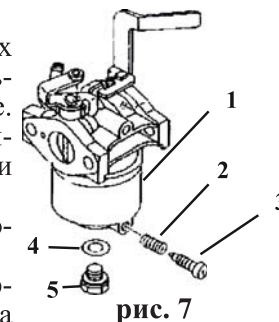

рис. 7
7.6.3 Слейте топливо из поплавковой камеры карбюратора, вывинтив пробку 3 (рис. 7) После слива установите пробку на место и затяните.
7.6.4 В модификациях в которых отсутствует винт слива, бензин сливать вывинтив болт 5 (рис. 7) крепления поплавковой камеры 1 (рис. 7), придерживая камеру.